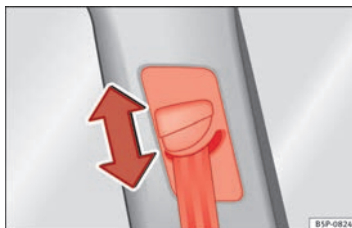

Abb. 15 Einbauort der Gurthöheneinstellung. ▶
- Drücken Sie den Umlenkbeschlag im oberen Bereich und halten Sie den Beschlag in dieser Stellung ⇒ **Abb. 15**.